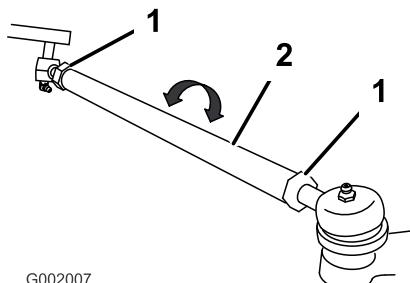

Bild 60
5. Wenn der Wert nicht im angegebenen Bereich liegt, lösen Sie die Klemmmuttern an beiden Ende der Zugstangen (Bild 60).